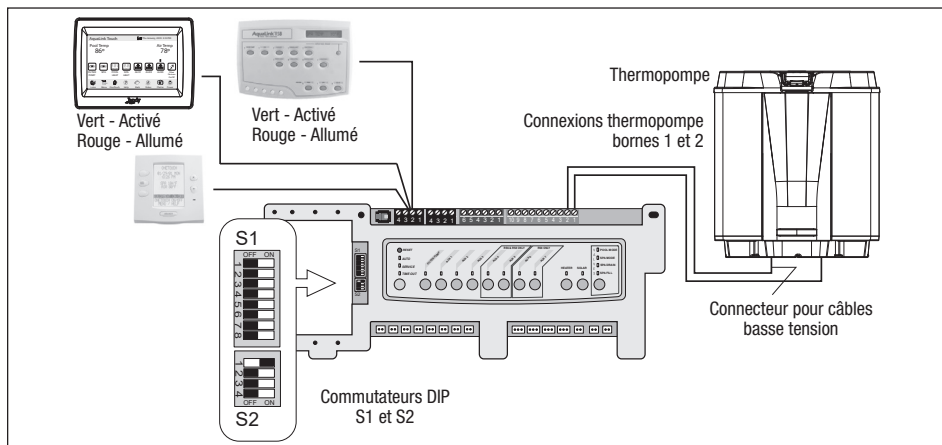

Figure 11. AquaLink RS à thermopompe Jandy JRT - connexion T-Stat (2 fils)
3. Acheminer les fils du système de contrôle de la piscine/du spa dans le conduit de connexion étiqueté « Low Voltage Connection », situé en bas à droite de la thermopompe (voir Figure 11). Assurez-vous que les conducteurs ne sont pas pincés ou endommagés.